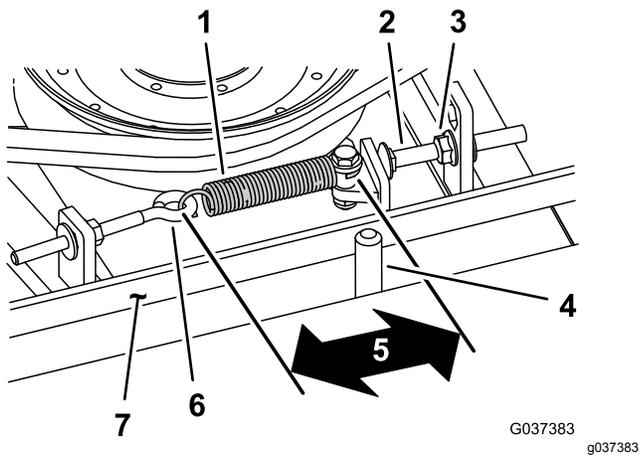

Figure 75
Lorsque le ressort d'extension est correctement tendu, l'intérieur doit mesurer (d'un crochet à l'autre) entre 8,3 et 9,5 cm. Lorsque le ressort est correctement tendu, ajustez le boulon de butée (boulon de carrosserie) jusqu'à obtention d'un jeu d'environ 2 à 5 mm entre la tête du boulon et le bras de tension (Figure 75).
**Remarque:** La courroie doit être placée du côté ressort du guide (Figure 75).
2. Desserrez le boulon à œil pour pouvoir enlever le ressort d'extension (Figure 75).
3. Desserrez l'écrou à embase qui fixe le boulon de butée à la patte de montage, et écartez la poulie de tension de la courroie pour détendre cette dernière (Figure 75).
9. Raccrochez le ressort d'extension (Figure 75) au boulon à œil et tendez la courroie comme suit :